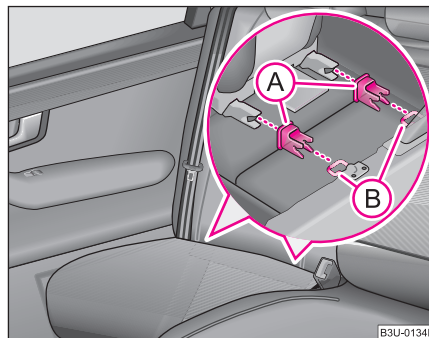

Fig. 158 Inelele de prindere (sistemul ISOFIX)
- Elementul de prindere **(A)** se introduce în inelele **(B)** existente la baza îmbinării spătarului scaunului cu perna ⇒ pagina 180, fig. 158.